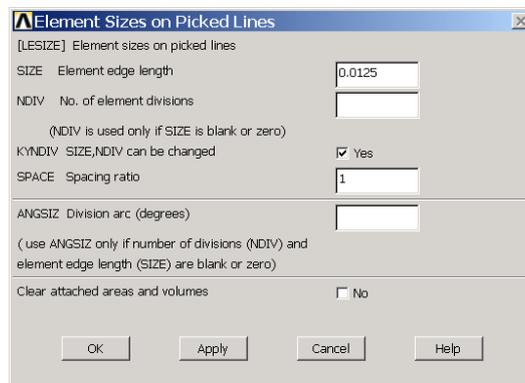

图9.17 设置线的网格尺寸
(17) 下面进行网格划分，单击 Main Menu>Preprocessor>Meshing>Size Cntrl>ManualSize>Lines>Picked Lines 菜单，选择模型的外边线，单击【OK】按钮，弹出如图 9.17 所示。